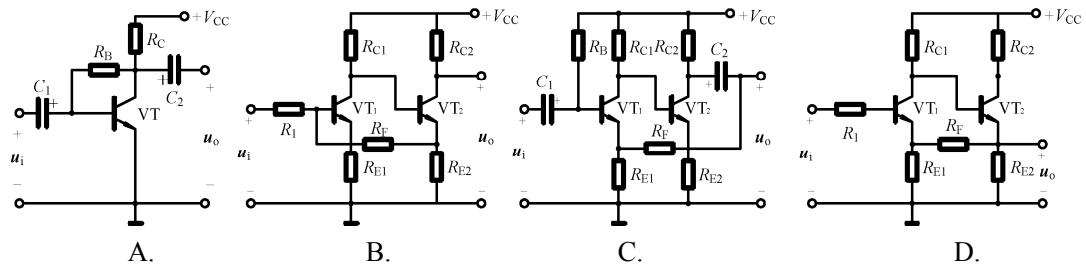

图 1-7
37. 如图 1-7 所示，属于电压串联负反馈放大电路的是（ ）。